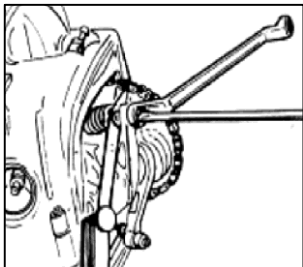

figura 1
- Colocar los rodillos tal y como aparece en la figura 1, con el lado destapado hacia la derecha.